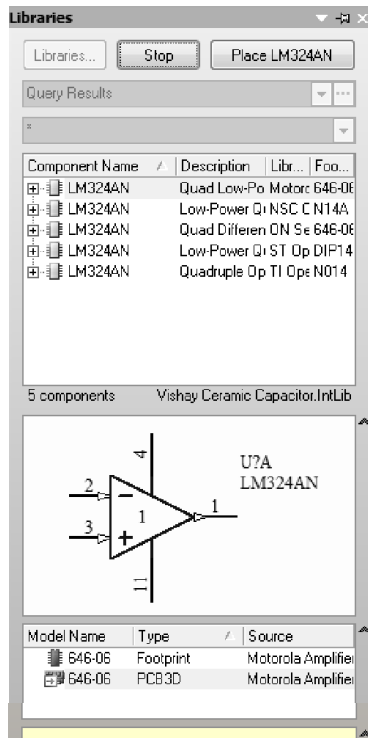

图 3-18 元器件查找
(4) 参数设置完毕后，点击下方的“Search”按钮开始查找元器件。此时，Protel DXP 进入元器件查找状态，如图 3-18 所示。当查找到类似的元器件后，在元器件名称栏中将显示所有已查找到的具有类似名称的元器件名称。若用户发现已经查找到了所需的元器件，例如本案例中的“LM324AN”，则可单击上方的“Stop”按钮停止查找；如果仍没有找到，可以让系统继续查找。